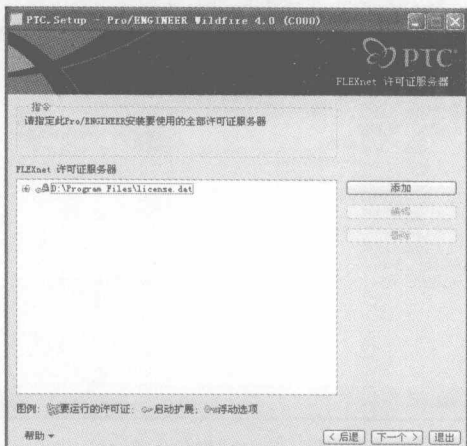

图 1-10 【FLEXnet 许可证服务器】界面
STEP 9 在【许可证文件路径】复选界面单击 **确定 (D)** 按钮，返回【FLEXnet 许可证服务器】界面，如图 1-10 所示。